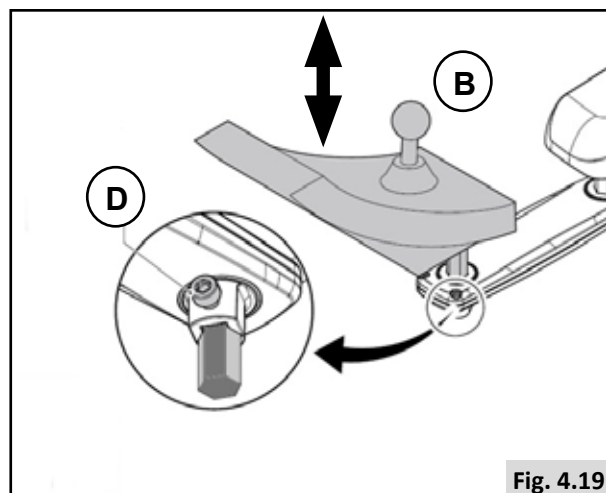

Fig. 4.19
Pré-ajuste da altura do controlador (2), (Fig. 4.19).
1. Desaperte (D).
2. Faça deslizar (B) para a posição pretendida.
3. Aperte (D).